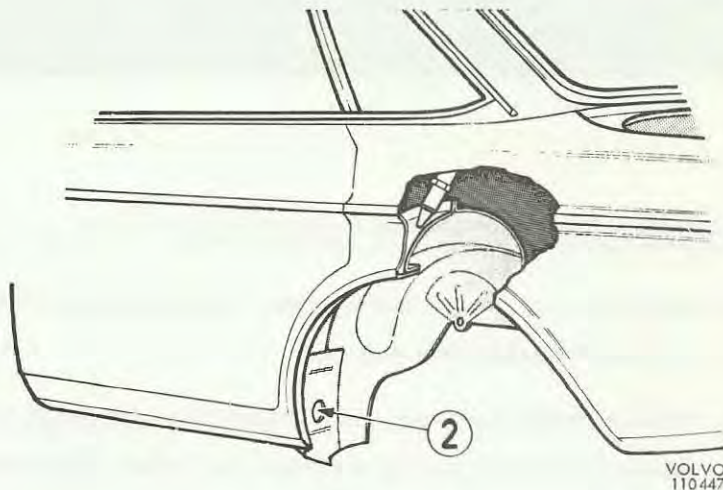

Bild 2
Bottensvällaren kan sprutas från hål ($\varnothing 32$) i gavel, se bild 2, (framför bakre hjulhus) till A-stolpe där sprutning påbörjas varefter slangen drages långsamt bakåt under det att sprutning pågår. (Rostskyddsbehandling enligt 2 kan utföras samtidigt).
Från bagageutrymmet mellan bakskärm och hjulbas (se snitt på bild 2) införes munstycket så långt framåt och nedåt som möjligt varvid sprutning påbörjas, därefter drages slangen sakta uppåt under det sprutning pågår. Behandlingen skall utföras på hela längden av skärmkanten från bottensvällare till reservhjulbaljan.
I gavel för bottensvällare (framför bakre hjulhus) införes munstycket och föres så långt upp i C-stolpen som möjligt varvid behandling utföres, se pos. 2 bild 2.